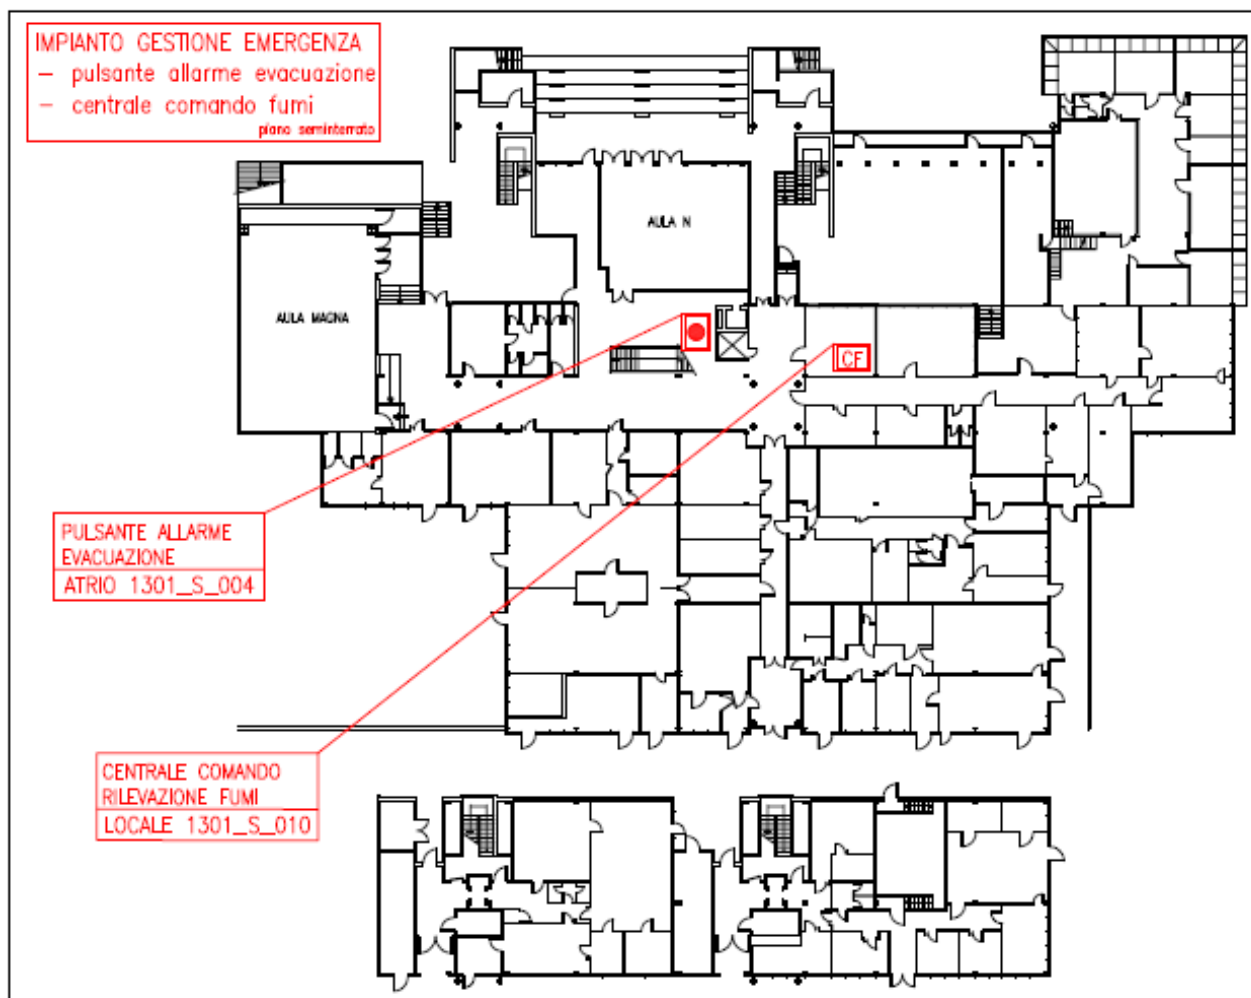

Figura 1. Ubicazione del pulsante di evacuazione (suono continuo della campana) e della centrale di rilevazione fumi – Stralcio delle planimetrie di emergenza.
- Centrale di comando, ubicata nel locale tecnico cod. sipe 1310_S_010 al piano seminterrato (vedi p.to 3.3 – Figura 1);
- Il personale dell'Istituto di Vigilanza presente all'interno della Reception si reca ad aprire il locale della centrale di comando (locale 1301_S_010, vedi p.to 3.3 - Figura 1);